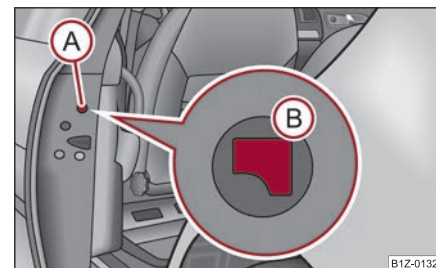

Fig. 45 Ușa din spate:
- Îndepărtați capacul (A) ⇒ pagina 47, fig. 45.
- Introduceți cheia în orificiul de sub capac și apăsați maneta (B) în interior până la limită.